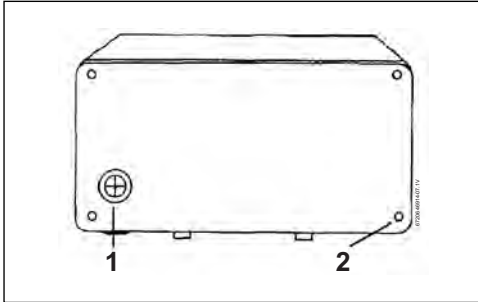

Fig. 10 Parte posterior de la unidad
- ▶ Si va por la parte posterior de la cubierta de la unidad, corte a través del ojal de la placa trasera con un cuchillo afilado. Asegúrese de no retirar la arandela de la placa posterior (Fig. 10 ):